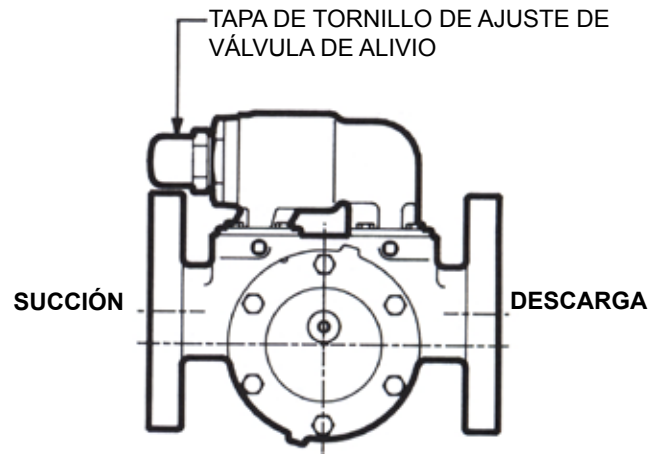

FIGURA 4
4. El tornillo de ajuste de la válvula de alivio debe apuntar siempre hacia el lado de succión de la bomba. Ver Figura 4. Si se invierte la rotación de la bomba, retire la válvula de alivio y gire hacia el final para terminar. (ver, en primer lugar, Rotación de Bomba en la página 10 referente a los pasos adicionales necesarios para su funcionamiento adecuado for proper operation).